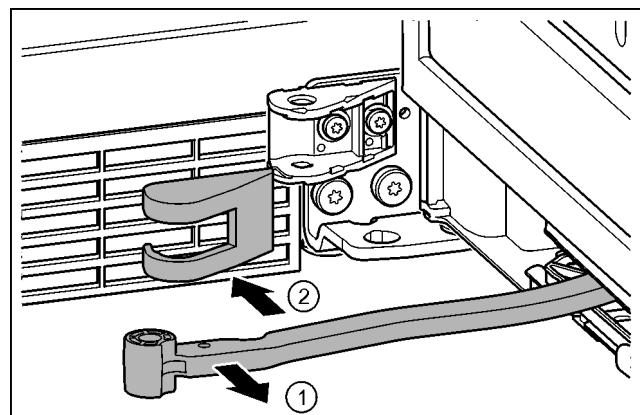

Fig. 16
- ▶ Gire la articulación en dirección de la puerta. Fig. 16 (1)
- ▶ Retire la cubierta del soporte de cojinete. Fig. 16 (2)